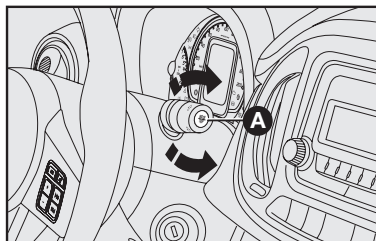

fig. 53
- Utilizar el botón TRIP A-fig. 53, ubicado en la extremidad de la palanca derecha, para navegar en el menú hasta la opción de regulación de hora.